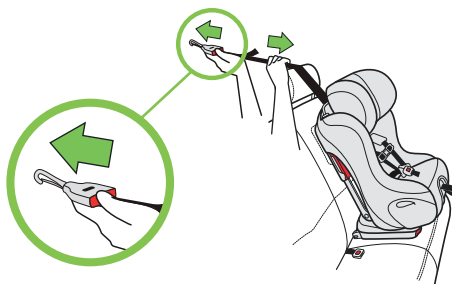

Figure 96
- Allongez la courroie d'ancrage supérieure en pressant et en tenant le bouton de réglage de la courroie d'ancrage supérieure, tout en tirant sur la bandoulière, comme sur la **Figure 96**.